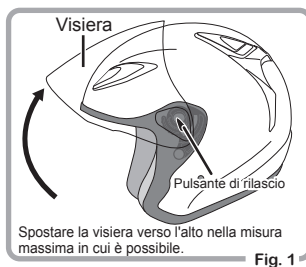

Fig. 1
- ① Spostare la visiera verso l'alto (Fig. 1). (nella misura massima in cui è possibile).